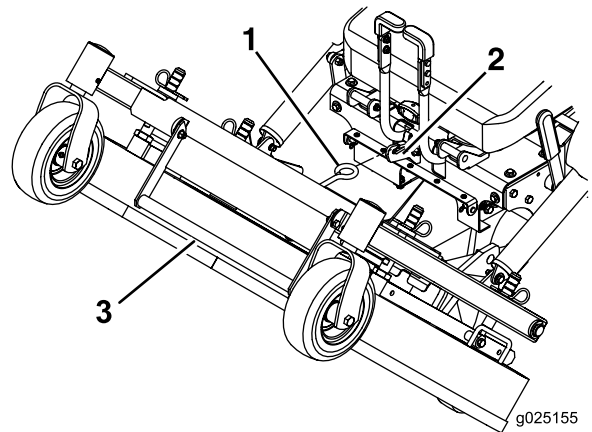

Figure 11
7. À l'aide de la poignée de levage du plateau, soulevez le plateau et verrouillez-le en position levée (le verrou se trouve à l'avant, au centre du siège) comme montré à la Figure 11.
1. Tenez fermement la poignée de verrouillage du plateau, décrochez le verrou de la machine et abaissez doucement le plateau de coupe au sol (Figure 11).